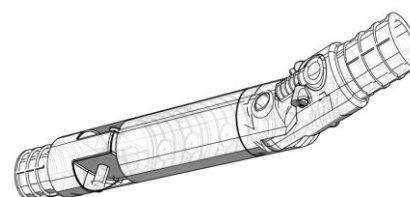

Abbildung 2
**flexilock** ist der innovative Haken, der mit einem abnehmbaren Gelenkarm ausgestattet ist (Abb. 2): die besondere Form und dezentrierte, kontralaterale Positionierung erlaubt dem Helfer auch durch die Bodenverhältnisse besonders schwierige Situationen zu bewältigen; auf diese Weise kann auch ein Notdienst an schwierigen Orten, die für eine normale Schaukeltrage nicht möglich sind, gewährleistet werden. **flexilock** ist außerdem mit einem zentralen, rutschfesten Bewegungsgriff versehen, dank dem man die Trage seitlich verschieben bzw. besonders schwere Patienten mit mehreren Bedienern laden kann.